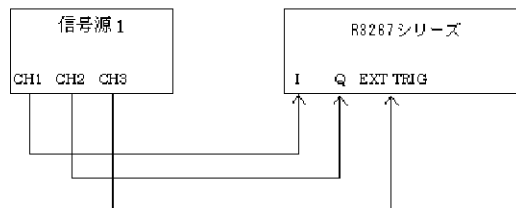

図 6-10 IQ 入力 UP LINK 測定接続図
1. R3267 シリーズと信号源を図 6-10 のように接続します。